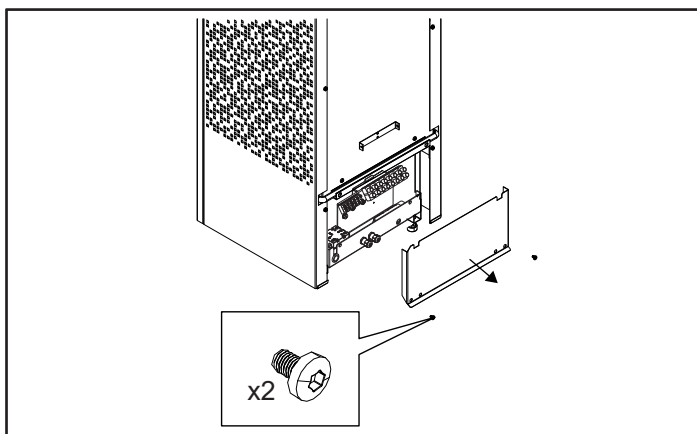

Abb. 8: Öffnen der vorderen Klappe
2. Lösen Sie die Schrauben und öffnen Sie die vordere Klappe (siehe Abbildung 8).
5. Bringen Sie die vordere Klappe wieder an (siehe Abbildung 8).